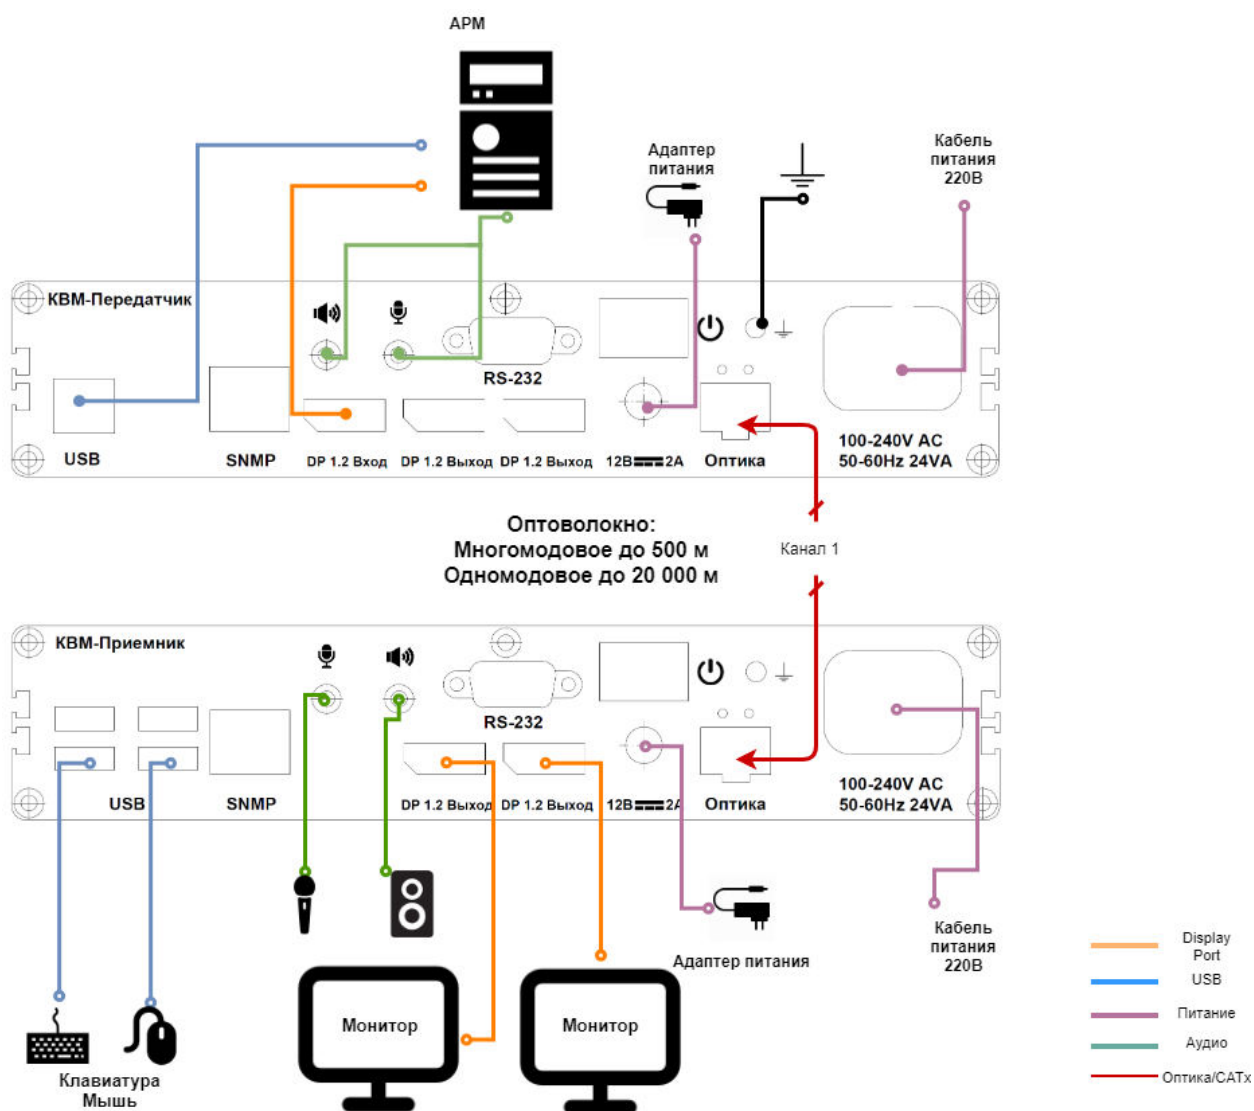

Рис. 2. Схема подключения кабелей
2. Подключите необходимые кабели (USB, Audio, RS232, Video) к разъемам приемника и передатчика согласно «Схеме подключения» (рис.2).
Подключите все кабели от компьютера и монитора к Изделию, как это показано на следующей схеме (рис.2). Соедините приемник и передатчик.